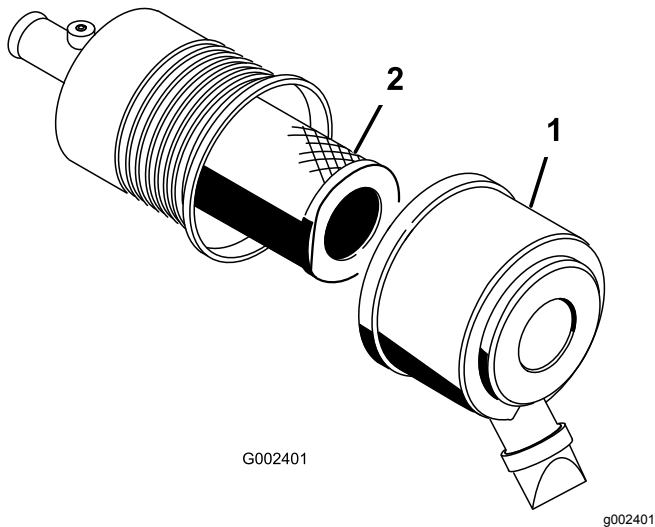

Figure 41
7. Montez le couvercle en dirigeant la valve de sortie en caoutchouc vers le bas, entre les positions 5:00 et 7:00 heures environ vu de l'extrémité (Figure 41).